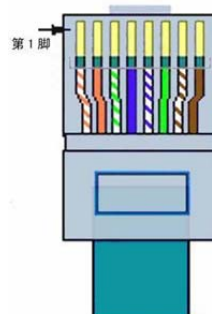

图 3 网线线序
- c) POE 供电: 通过普通 RJ45 网口的引脚 5 (GND) 和引脚 8 (VCC) 两根线可以给 ZLSN5400 供电, 供电电压为 9~24V 之间的任何值。RJ45 网线线序参考图 3。